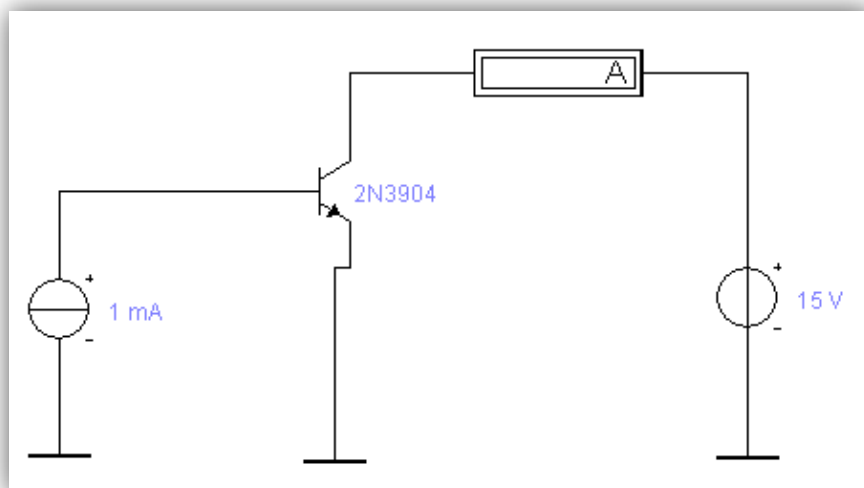

Рисунок 6 – Схема для снятия выходной характеристики транзистора с общим эмиттером
2. Снимите выходные характеристики транзистора для схемы с общим эмиттером (рисунок 6) и заполните таблицу 6.